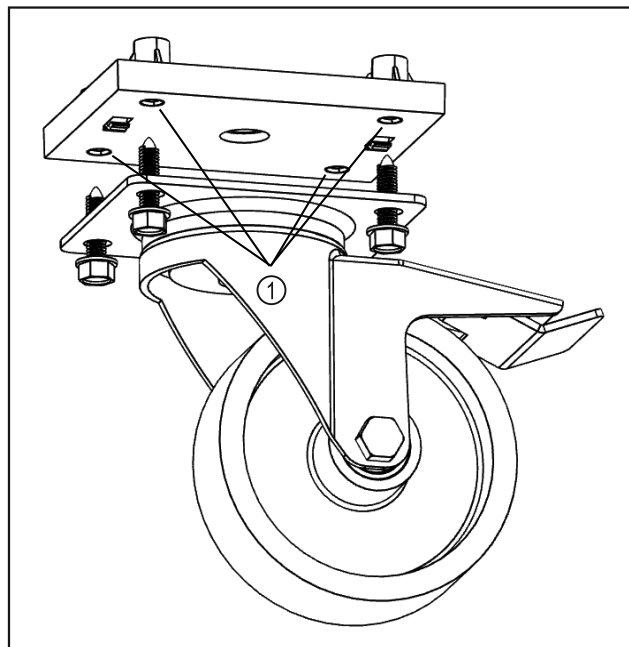

Fig. 9
- ▶ Izbirno nabavljiva kolesa montirajte na ustreznih mestih. Fig. 9 (1)